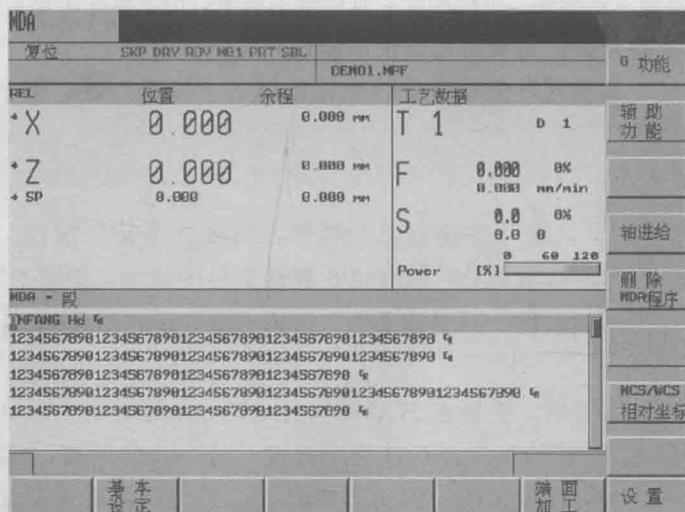

图 1-8 MDA 状态图
- Step 01** 按机床操作面板上的“MDI”键选择 MDA 运行方式，再通过系统编辑面板输入程序段，MDA 操作加工界面如图 1-8 所示。
- Step 02** 在图 1-8 中，通过系统编辑面板输入程序段，按动机床操作面板上“启动”键即可开始进行加工。在程序执行时不可以再对程序段进行编辑。执行完毕后，输入区的内容仍保留，这样该程序段可以通过按“启动”键重新运行。